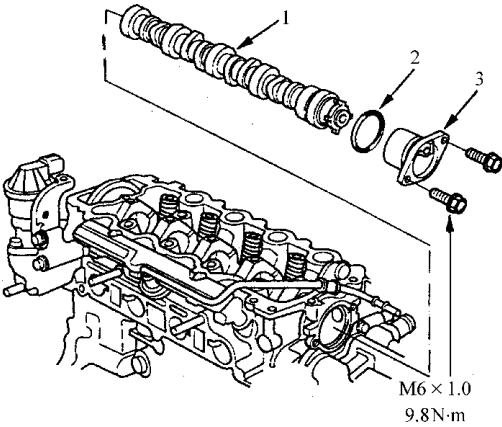

图 2-126 安装凸轮轴止推盖
- 1) 如图 2-126 所示，将凸轮轴安装到缸盖上，然后用一个新的 O 形密封圈安装凸轮轴止推盖。